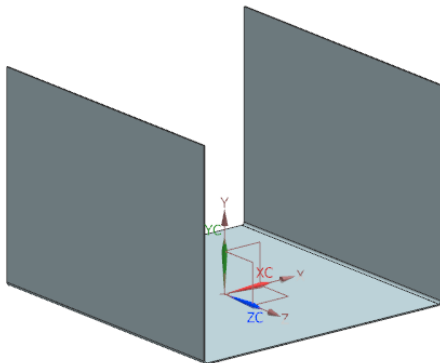

图 7-89 创建轮廓弯边
(3) 在“轮廓弯边”对话框中,单击 按钮,如图 7-89 所示。